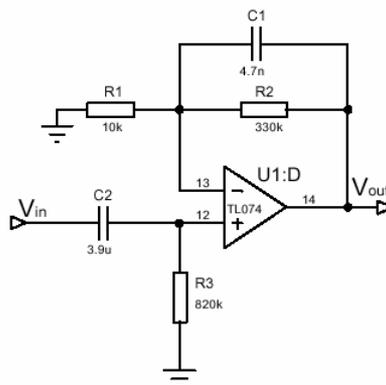

Figura 2: Circuito de um filtro passa banda entre 0.05 e 100 Hz.
O amplificador operacional (AmpOp) que iremos utilizar é o popular 741 e/ou 071. Ele possui 8 pinos, numerados ao contrário do movimento dos ponteiros de um relógio, iniciando pelo pino superior esquerdo (em geral o pino 1 é marcado por um ponto em baixo relevo, ou por uma meia lua no topo superior do CI, como mostra a **figura 1a**). A saída dc do amplificador é zerado usando um trimpot de offset conectado entre o pino 1 e o pino 5, com o terminal móvel do *trimpot* conectado em $-12V$, conforme ilustra a **figura 1b**, mas para nosso experimento este procedimento não será necessário. A tensão que será utilizada para alimentar o CI (circuito integrado) é de $\pm 12V$. Na **figura 2** mostramos o esquema interno do 741.
A figura 2 mostra o circuito do filtro passa banda. Neste circuito a resistência R3 e o capacitor C2 atuam como um filtro passa-alto e o valor destes elementos define a frequência de corte inferior (fL), que deve ser em torno de 0,05 Hz. Já a resistência R2 e o capacitor C1, formam o filtro passa baixo, que define a frequência de corte superior (fH) que deve ser em torno de 100 Hz.
- Monte o filtro da figura 2, use valores de $C1$ e $C2$ próximos daqueles indicados no circuito. Coloque na entrada V_{in} um sinal de 100 mV e varie a frequência para determinar as frequências de corte f_L e f_H . **Lembre que a frequência de corte é aquela em que a amplitude do sinal cai à metade (6 dB).**